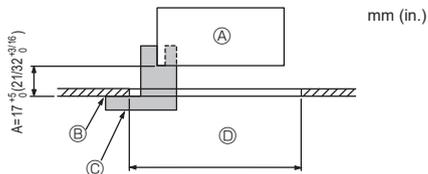
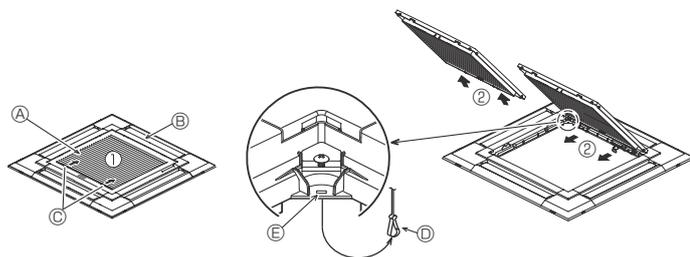

Fig. 9-2
Fig. 9-3
①	Dimensiones de la rejilla	1	950 × 950 (mm), 37-3/8 × 37-3/8 (in.)
②	Calibre de instalación	1	(Dividido en 4 partes)
③	Tornillo (4 × 16)	1	para PLA-AE-NL
④	Panel angular del i-see Sensor	1	para PLA-AE-NL
9.2. Preparación para conectar la rejilla (Fig. 9-2)
• Con el calibre ② que se entrega con este equipo, ajuste y compruebe la posición de la unidad principal en relación con la superficie del techo. Si la unidad principal no está colocada en el techo de forma adecuada, podrían producirse escapes de aire o generarse condensación.
- ① Unidad principal
- ② Superficie del techo
- ③ Calibre de instalación ② (insertado en la unidad principal)
- ④ Dimensiones de apertura del techo
9.2.1. Extracción de la rejilla de admisión (Fig. 9-3)
• Deslice las palancas en la dirección indicada mediante la flecha ① para abrir la rejilla de admisión.
• Con la rejilla de admisión en posición "abierta", extraiga la bisagra de la rejilla de admisión de la rejilla tal y como se indica mediante la flecha ②.
[Fig. 9-3] [Fig. 9-4]